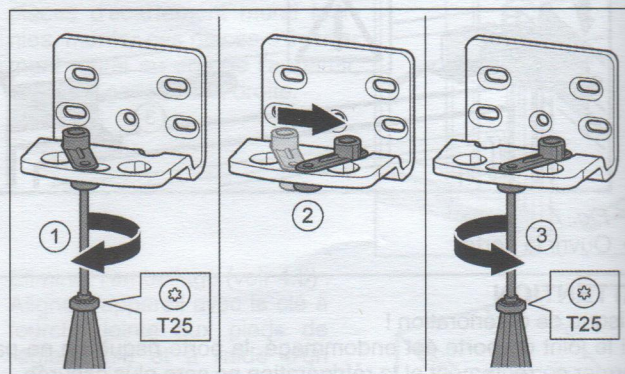

Fig. 12
- Visser la vis sans serrer avec un tournevis T25. Fig. 12 (1)
- Soulever le ressort de fermeture et le tourner de 90° à droite dans l'alésage. Fig. 12 (2)
- Serrer la vis avec un tournevis T25. Fig. 12 (3)